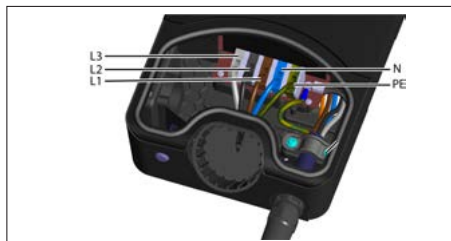

Fig. 04: Översikt över anslutningsterminaler
- ▶ Anslut kablar till de färgkodade alligatorklämmorna (Fig. 04).